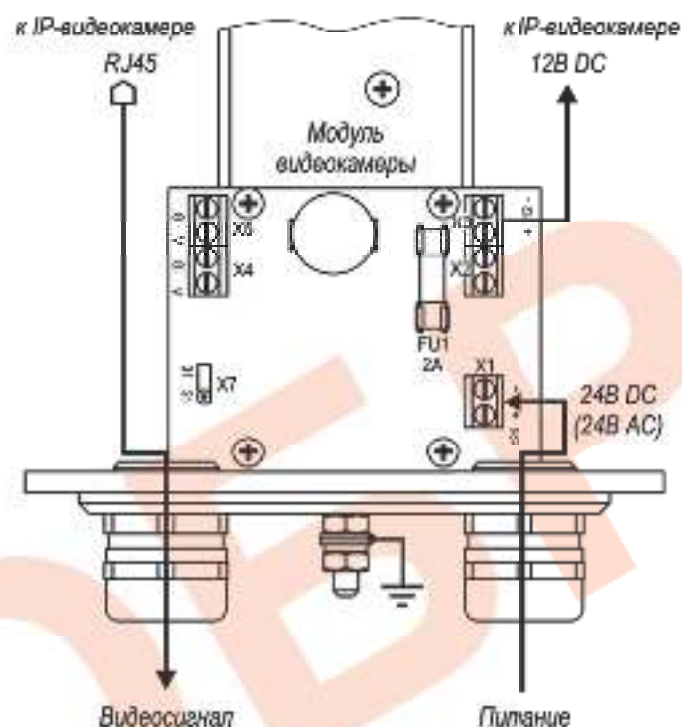

Рис.2 Схема подключения IP-видеокамеры
4. При необходимости изменить мощность обогрева, выкрутить 6 винтов крепления задней крышки гермобокса, выдвинуть модуль видекамеры из кожуха и установить диаметр X7 в нужное положение (рис.2). Установить модуль видекамеры обратно в кожух. Закрутить 6 винтов крепления задней крышки с усилием $5\pm0,5\text{Нм}$.
Предприятием изготовителем джампер X7 установлен в положение «31» - мощность обогрева 31 Вт, для изменения мощности на 21 Вт джампер X7 необходимо переставить в положение «21» (см. рис.2).